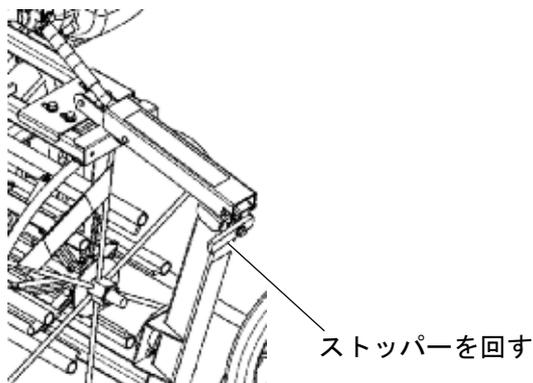

図10
11. ストッパーを90°回してクランプをとびらのツメから外します。(図10、11参照)